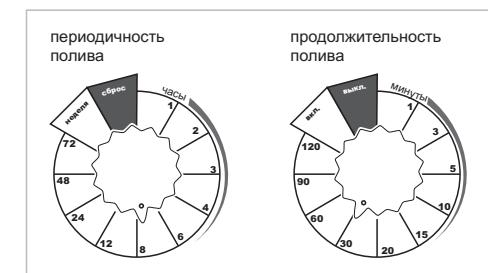

Рис.5
2. Настройте периодичность полива от 1 часа до 7 дней\* (см. Рис. 5)
3. Настройте продолжительность полива от 1 до 120 минут (см. Рис.5)